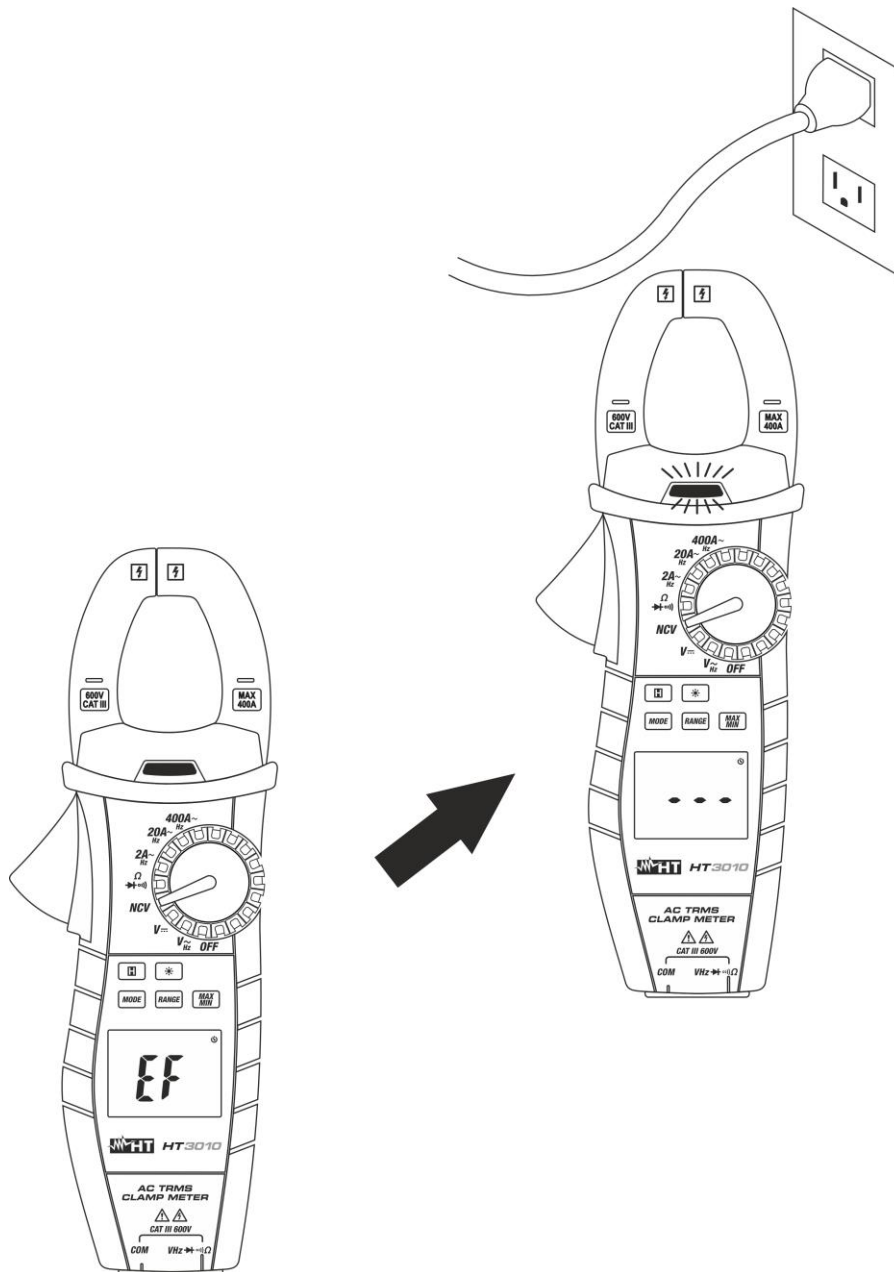

Fig. 4: Detecção da presença de tensão CA sem contato (NCV)
2. Mova o instrumento perto do ponto em exame (ver Fig. 4)